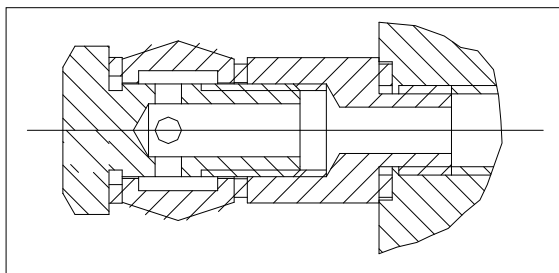

рис. 33
- ◆ Подключить гидравлический блок к контуру с помощью гибкого шланга (рис. 33).
Производитель поставляет подъемник с системой электропитания на 400В в трехфазном исполнении. Если сеть имеет другие характеристики, следует изменить подключение трансформатора и электродвигателя (рис.33). Необходимо заменить термореле, заказав его у производителя или поставщика.